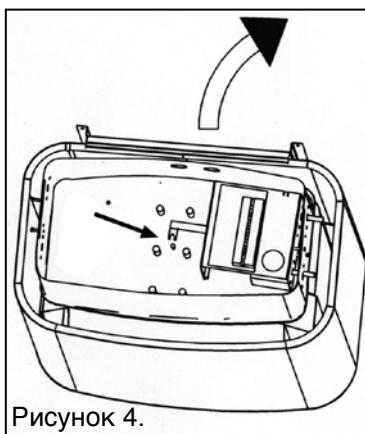

Рисунок 4.
- Відкрутіть гвинт кріплення центрального нагрівального елементу і кронштейн клемної коробки, наскільки потрібно для забезпечення повороту ніжки блока для під'єднання убік з-під гвинта (рис. 4).